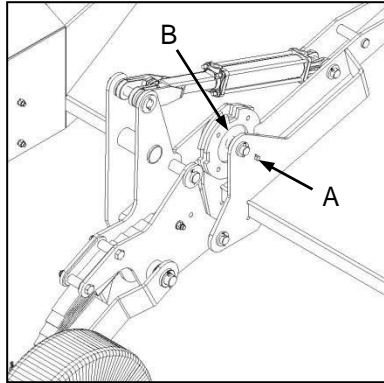

Fig. 3
- ✔ Remove the R-clip and locking pin (Fig. 3-A) from the rotary height selector (Fig. 3-B) and rotate the selector to the desired height setting (1 through 4).
- ✔ Verwyder die R-knip en sluitpen (Fig. 3-A) van die hoogteselektor (Fig. 3-B) en draai die selektor na die verlangde hoogte-instelling (1 tot 4).